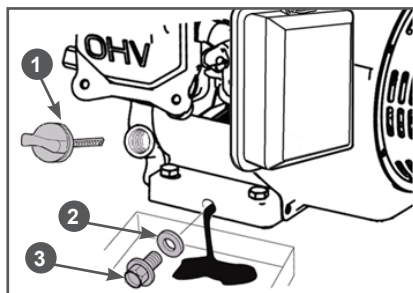

Рис. 11 Замена масла в двигателе
2. Очистите от загрязнений зону вокруг маслосливной горловины. Извлеките крышку-щуп 1 из маслосливной горловины и протрите щуп чистой ветошью (Рис. 11).
3. Открутите пробку 3 для слива масла и слейте отработанное масло в подготовленную для этого емкость (Рис. 11).